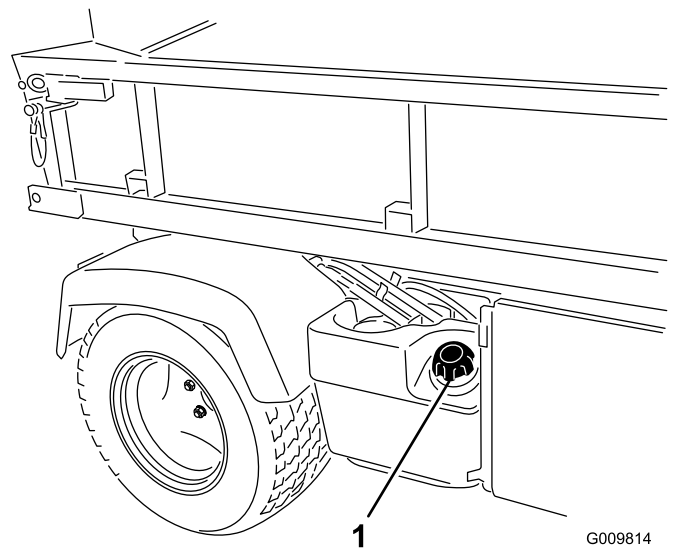

Figura 17
2. Rimuovete il tappo del serbatoio del carburante (Figura 17).